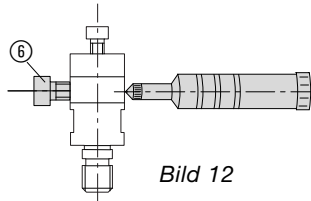

Bild 12
Die Feindrehwerkzeuge sind gelegentlich mit Fett zu versorgen. Hierzu Zylinderschraube ⑥ entfernen und diese auf der Gegenseite zum Verschließen der Bohrung ③ Umdrehungen eindrehen. Zwei Hübe mit der Fettpresse ausführen. Feindrehwerkzeug mit der Zylinderschraube wieder klemmen (Bild 12).